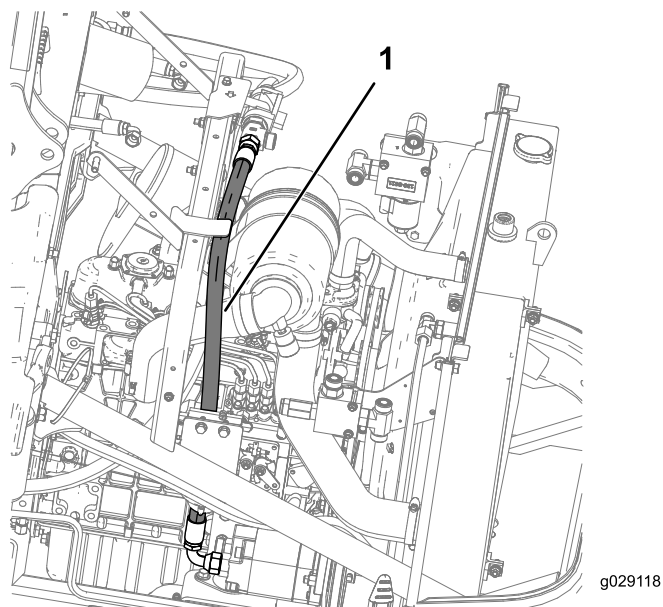

Figure 28
8. Reliez le tube hydraulique C du raccord en T (5/8 x 5/8 x 3/4" mâle) sur la tête du filtre au raccord adaptateur (5/8 x 3/4" mâle) sur la pompe à engrenages, comme montré à la Figure 28.